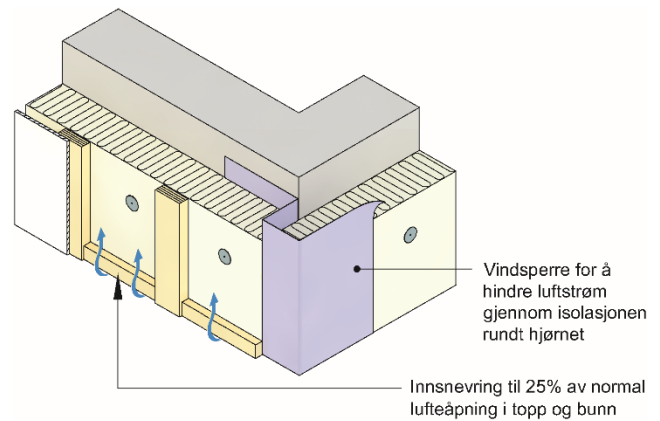

Fig. 3
- Isolasjonen er tettet mot luftgjennomstrømning ved vegg hjørnene som angitt i pkt. 6.4 og fig. 3
U-verdier som angitt i pkt. 4.2 for vegger med innsnevret lufting av fasadekledningen kan anvendes dersom luftespalteåpningene langs topp og bunn av fasaden reduseres til 25 % av luftespaltetykkelsen. Se prinsipp i fig. 3.
For å redusere effekten av anblåsing mot REDAir Plater anbefales det å montere en vindspærre rundt kanten av isolasjonsplatene ved utvendige veggjørner som vist i fig. 3. Det er en betingelse for å kunne bruke de laveste U-verdiene i tabell 3.